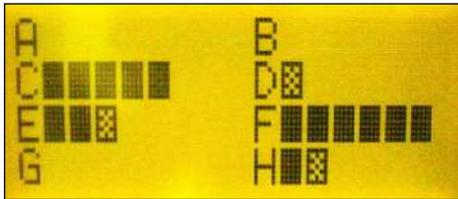

Fig. 6: Pantalla de canales
- Pantalla de canales (8 canales, con una barra cada uno, Fig. 6)